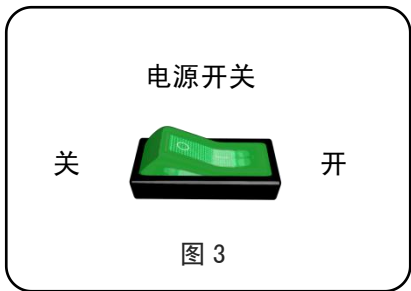
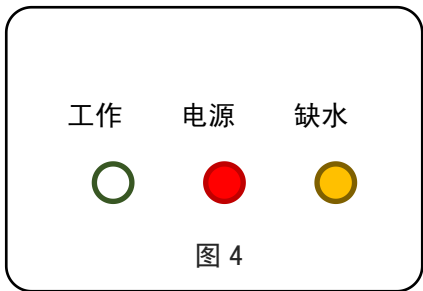
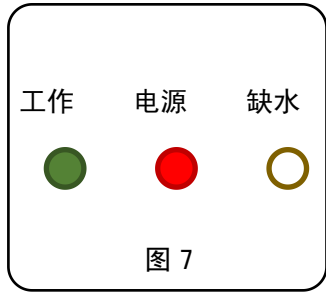

图 3
图 4
图 7
1. 通电：接通与本器使用手册一致的电源，将电源送入本器，开启电源开关（图 3），电源灯亮，显示电源已正常输入本器，缺水灯亮，显示蒸馏器内属缺水状态（图 4）。
6)，当蒸馏器内的水位上升至标准水位时，电器控制装置盒内缺水灯灭，工作指示灯亮（图 7）表示蒸馏器内已处于正常水位状态，电加热器开始工作。
4. 控制保护：本器具有缺水自动保护装置，当蒸馏器内的水位低于最低水位时，电器装置盒上缺水灯亮（工作灯灭）（图 4），电加热器停止加热。当水位补足至标准水位时，工作灯亮（缺水灯灭）（图 7），电加热器重新加热升温，继续产生蒸馏水（图 8）。